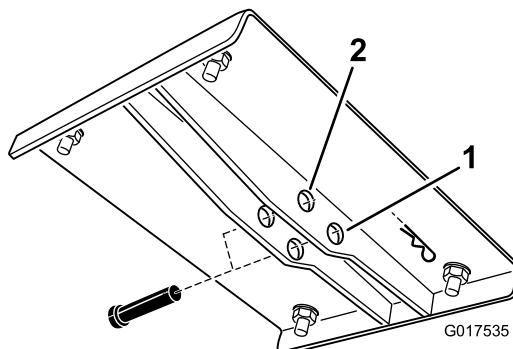

Figura 6
7. Localice los dos juegos de taladros en el soporte de elevación superior (Figura 6). Seleccione el juego de taladros del soporte que corresponde a vehículos de gasolina y diesel.